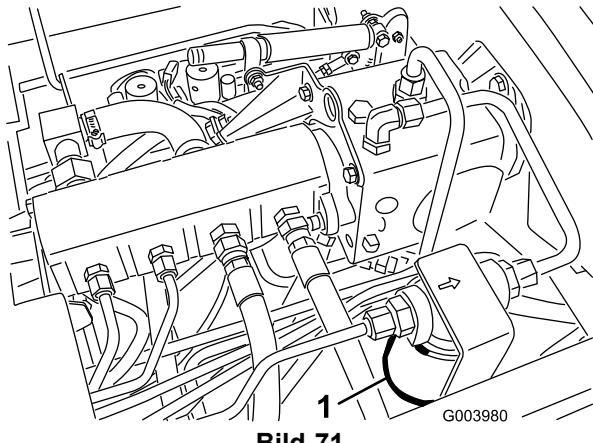
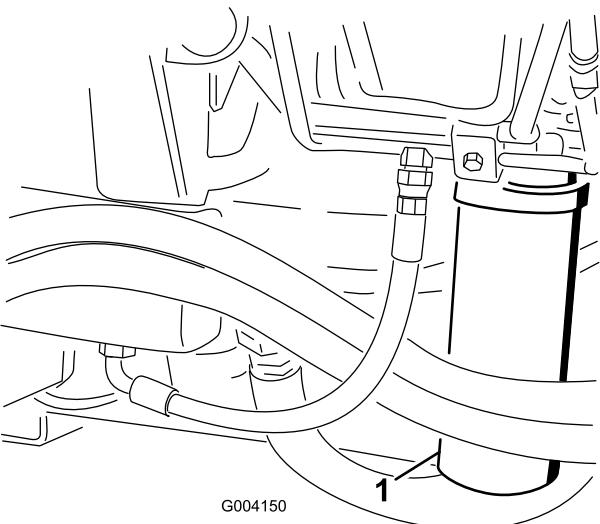

Bild 71
Bild 72
- Reinigen Sie den Bereich um den Filterbefestigungsbe- reich und stellen eine Auffangwanne unter den Filter (Bild 71 und Bild 72).